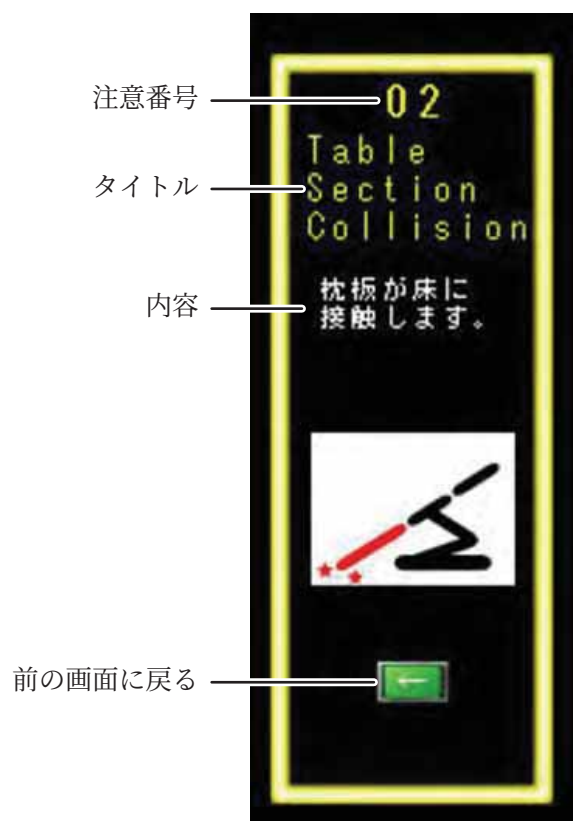
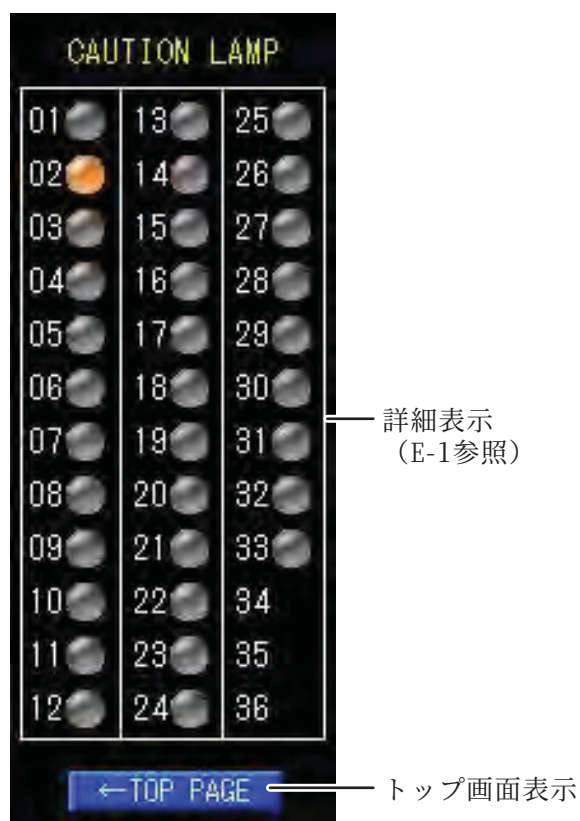

図 E-1
図 E-2
- ・破損防止のため、手術台は操作中に自動的に停止し、タッチパネルに図 E-1 のような注意・警告画面を表示することがあります。操作停止からの具体的な復帰手順については、P.85 をご確認ください。
- ・注意・警告がある場合に図 A の CAUTION をクリックすると、図 E-2 が表示されます。ランプが点灯している注意番号をタップすると、図 E-1 の注意・警告画面が表示されます。